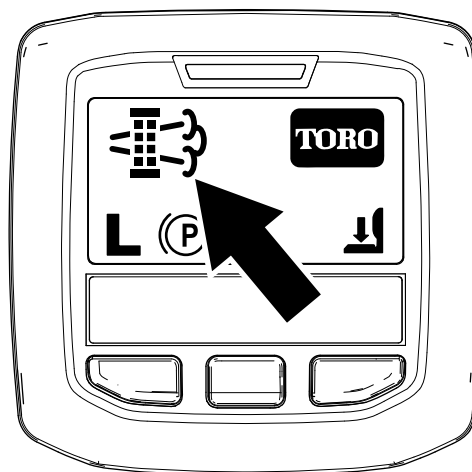

Figura 47
- Cuando el ordenador del motor solicita una regeneración con la máquina aparcada o una regeneración de recuperación, aparece el icono de solicitud de regeneración (Figura 47) en el InfoCenter.